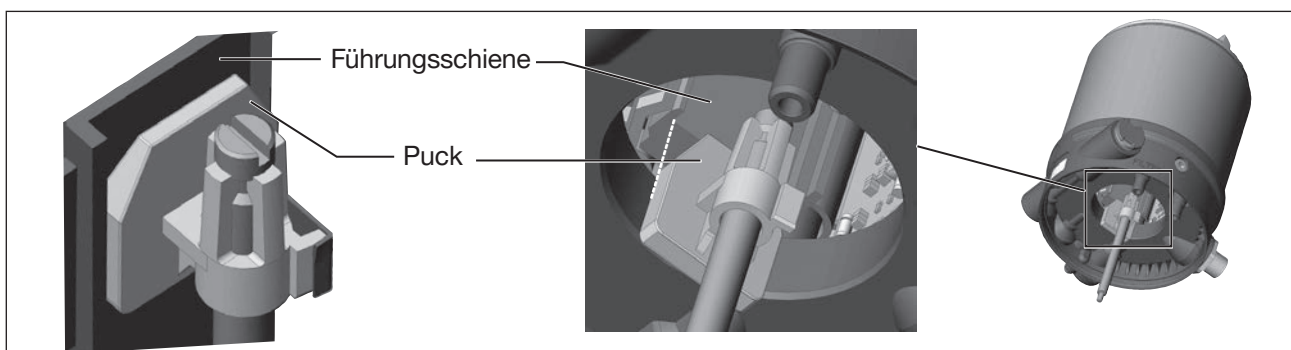

Bild 21: Ausrichten des Pucks
1. der Puck in die Führungsschiene des Positioners (siehe „Bild 21“) und